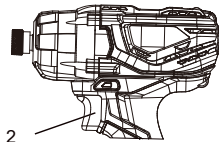

Fig. 6
- Pour démarrer le tournevis à percussion, enfoncez doucement la gâchette (2) (figure 6). REMARQUE : Le tournevis à percussion tourne à sa vitesse la plus lente lorsque la gâchette est enfoncée légèrement. Le tournevis à percussion tourne à sa vitesse la plus rapide lorsque la gâchette est enfoncée fermement.